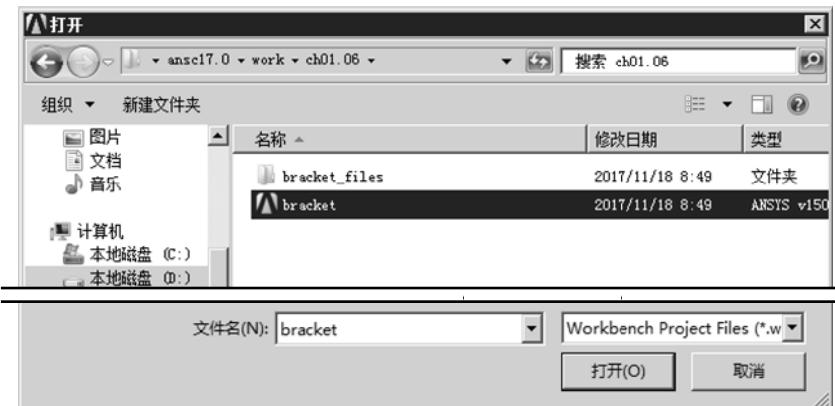

图 1.6.1 “打开”对话框
- 步骤 01 选择 **File** → **Open...** 命令(或单击 按钮), 弹出图 1.6.1 所示的“打开”对话框。
- 步骤 02 在该对话框的 **查找范围 (I):** 下拉列表框中, 选择需要打开的文件所在的目录 (如 D:\ansc17.0\work\ch01.06\), 在 **文件名 (N):** 文本框中输入文件名称 (如 bracket.wbpj)。
- 步骤 03 单击 **打开 (O)** 按钮, 即可打开文件。